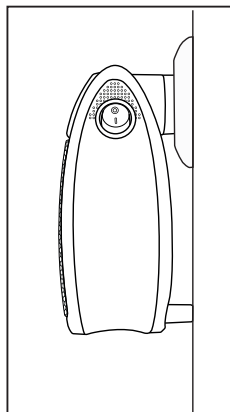

Fig. 1
- Produktet må kun anvendes i en stikkontakt i oprejst stilling og helt monteret. Afstandsholderne ⑩ på bagsiden skal røre ved væggen (se fig. 1).